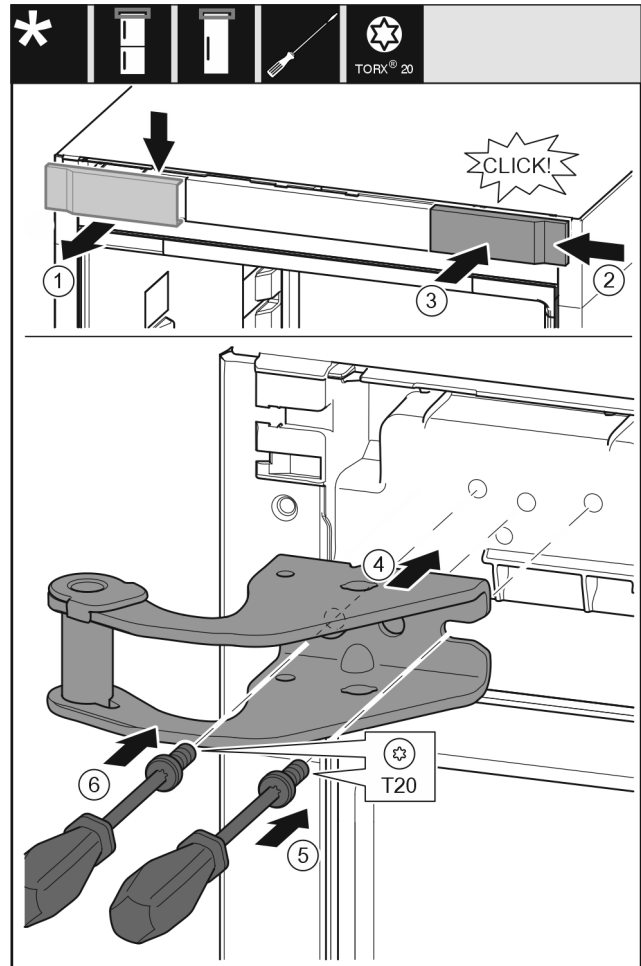

Fig. 12
- Retire la tapa desde la parte superior hacia el frente. Fig. 12 (1)
- Enganche por la derecha la cubierta girada 180° en el otro lado. Fig. 12 (2)
- Encaje la cubierta. Fig. 12 (3)
- Coloque el soporte de cojinete superior. Fig. 12 (4)
- Coloque y apriete el tornillo con el destornillador T20. Fig. 12 (5)
- Coloque y apriete el tornillo con el destornillador T20. Fig. 12 (6)